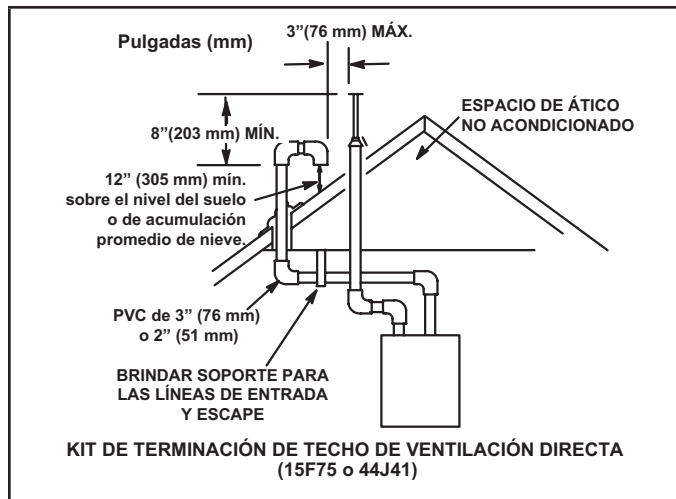

Figura 34
- 3 - En las terminaciones de techo, la tubería de entrada debe terminar recta hacia abajo usando dos codos de 90° (ver la Figura 34).